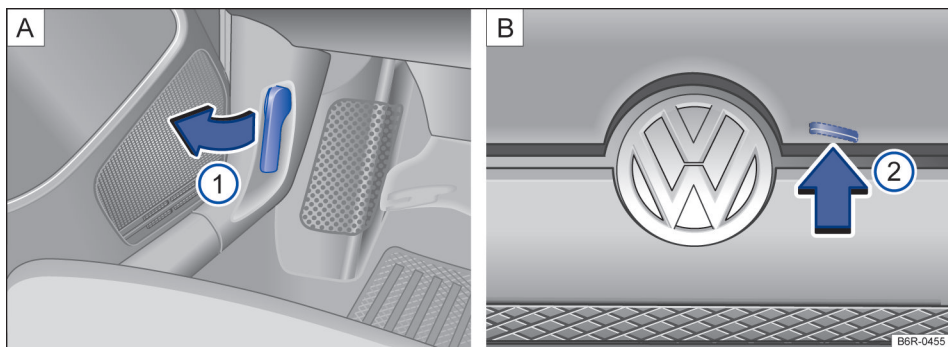

Fig. 126 A: alavanca de destravamento na área para os pés do lado do condutor. B: alavanca de destravamento na parte interna da tampa do compartimento do motor.
- Antes de abrir a tampa do compartimento do motor, assegurar que os braços dos limpadores do para-brisa estejam encostados no para-brisa → ①.
- Puxar a alavanca de destravamento ① no sentido da seta → Fig. 126 A. A tampa do compartimento do motor salta para fora da trava do fecho pela pressão da mola → ▲.
- Levantar um pouco a tampa do compartimento do motor e, ao mesmo tempo, pressionar a alavanca de destravamento ② B, que está localizada na parte interna da tampa, no sentido da seta para abrir completamente a tampa do compartimento do motor.
- Puxar a haste de sustentação da tampa pela extremidade no sentido da seta ③ C e posicioná-la sobre o furo indicado para engaste ④ D.